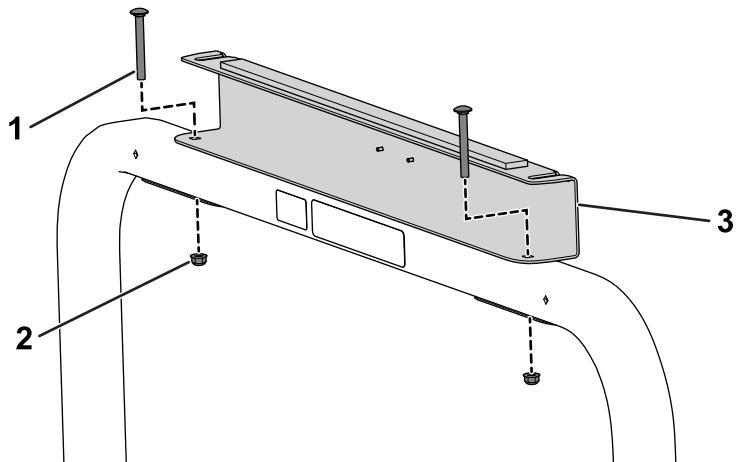

図 27
5. キャリッジボルト5/16 x 2 3/4インチ2本とフランジナット5/16インチを使って、日よけの後サポートと後スクリーンをROPSに固定する図 27。